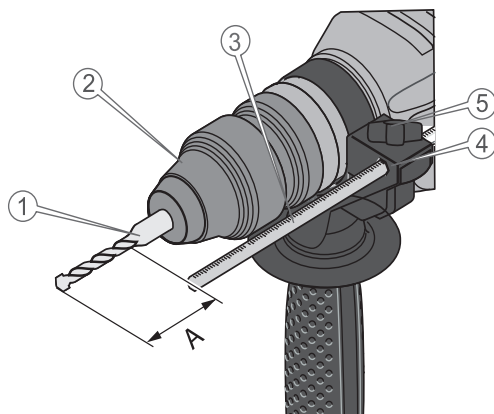

Рисунок 4. Встановлення обмежувача глибини свердління.
4) Встановити обмежувач глибини (рис. 4), налаштуйте обмежувач:
1) Відкрити гайку-баранець (5, рис. 4) та вставити обмежувач (3, рис. 4) в отвір на допоміжному руків'ї (4, рис. 4).
2) Встановити необхідну глибину свердління (А, рис. 4) та закрити гайку-баранець (5, рис. 4) фіксації обмежувача глибини. Під час встановлення врахувати відстань вільного ходу свердла (1, рис. 4) у затискному патроні стандарту «SDS-plus» (2, рис. 4);